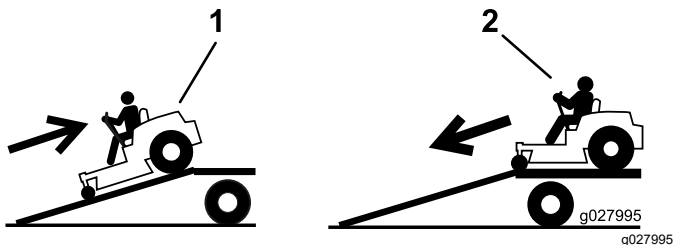

Figure 28
4. Montez la rampe en marche arrière (Figure 28).
2. Descendez la rampe en marche avant (Figure 28).